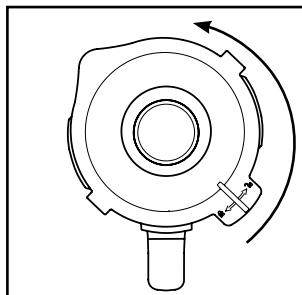

Fig. 1
- 2) Rimuovere il coperchio **2**, ruotandolo in senso antiorario in direzione della posizione (vedere Fig. 1), fino a poterlo estrarre verso l'alto.